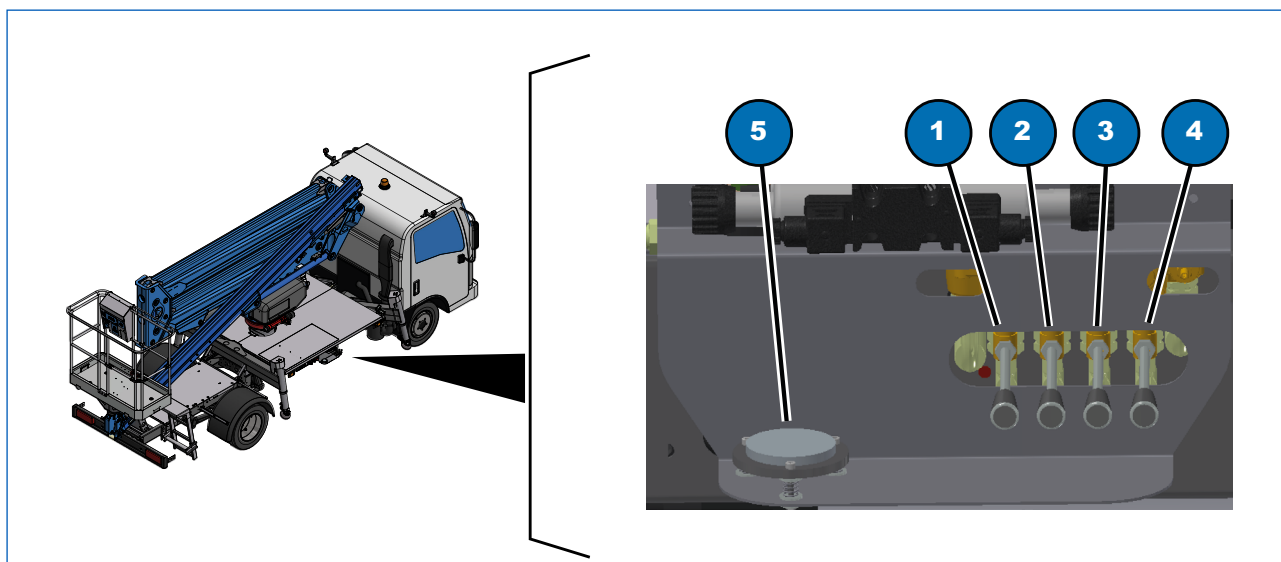

Fig. 6.3
- 5) Far scendere gli stabilizzatori azionando alternativamente le leve (Fig. 6.3, 1, 2, 3 e 4). Azionandole verso il basso si ottiene l'uscita degli stabilizzatori, azionandole verso l'alto il rientro. Fare uscire completamente gli stabilizzatori in modo da sollevare l'autoveicolo e scaricare le sospensioni;
- 6) Osservare la bolla di livello (Fig. 6.3, 5) situata sotto i comandi stabilizzatori e livellare correttamente l'autoveicolo, azionando opportunamente le leve degli stabilizzatori. La macchina è livellata correttamente quando la bolla d'aria, all'interno dell'indicatore, è posizionata nel settore centrale (0°);
L'accensione della spia non indica la corretta stabilizzazione del autoveicolo che è determinata solo dalla bolla di livello (Fig. 6.3, 5).
- far rientrare gli stabilizzatori fino a fine corsa, azionando le leve (Fig. 6.3, 1, 2, 3 e 4);